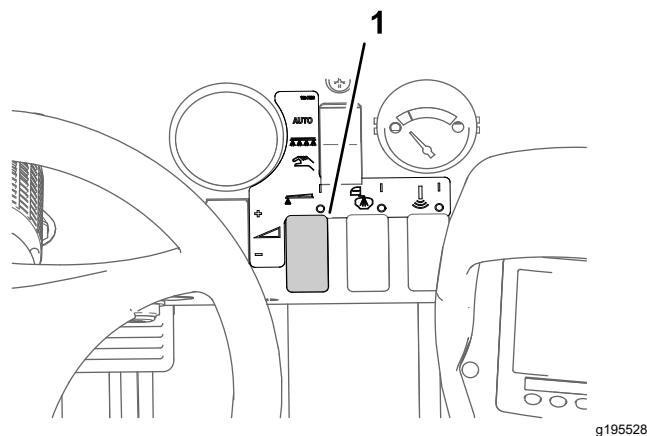

図 44
8. 散布率スイッチで所望の散布水压にセットする。水压は本体に付属の資料、ノズル選定ガイドを参照。 図 44